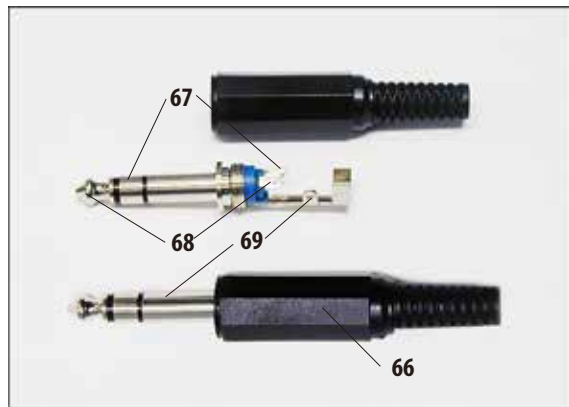

Рис. 63
Любая сигнализация подключается к штекеру (66) следующим образом (рис. 63):